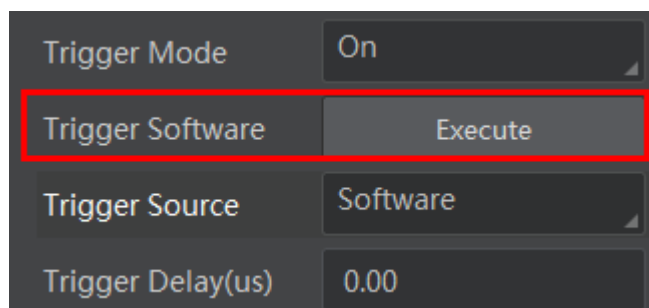

图4-5 触发模式设置
2. 选择参数 *Trigger Source* 为 *Software*，单击 *Trigger Software* 后的“Execute”即可发送软触发命令进行采图，如图4-5所示。